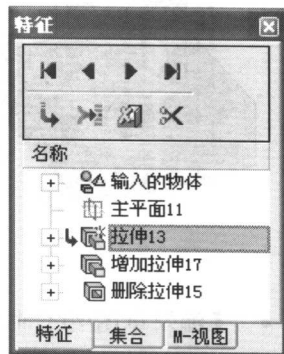

图 1-7 【特征树】窗口 (【特征】选项卡)
• **【跳到】**: 该选项与菜单栏中的**【编辑】/【重放】**命令的功能一样, 可以将已有的特征重新进行播放。例如, 在特征显示区域中选择**【拉伸 13】**特征, 然后在其右键菜单中选择**【跳到】**选项, 则**【特征树】**窗口变为如图 1-7 所示, 下面只要单击相应的按钮就可以播放特征了。